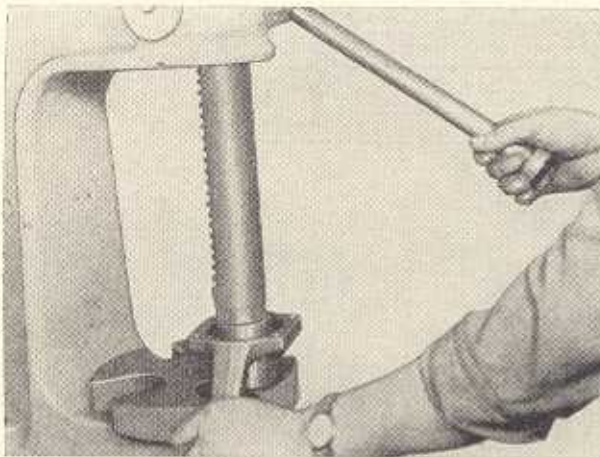

Bild F 44. Einpressen des Wellendichtringes in das Schwenklager (W-210 747)
- Gefettetes Rillenslager 6009 und Wellendichtring in die Radnabe einpressen und mit Getriebefett „Ceritol M 28 T 4“ ausstreichen (je Radantrieb insgesamt 70 g) (Bild F 44).